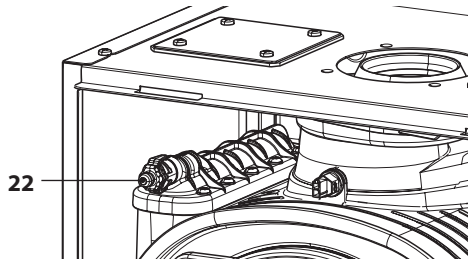

Figura 6.4
biatore primario condensante 22 in Figura 6.4 collegare un tubicino di scarico al portagomma per far defluire l'acqua in uscita.
- Riempire l'impianto di riscaldamento vedi sezione "Riempimento del circuito riscaldamento" a pagina 21 e richiudere il raccordo di sfiato scambiatore primario condensante 22 in Figura 6.4 quando da quest'ultimo inizia ad uscire acqua.